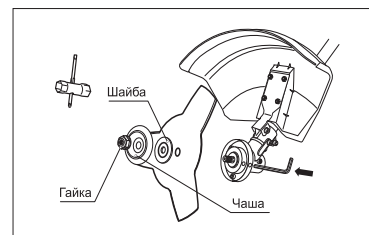

рис. 7
1. Съчетайте отвора в шайбата на фланеца с отвора в чашата на редуктора (рис. 7).
9. Докато държите задържащия щифт с една ръка, затегнете гайката обратно на часовниковата стрелка с челния ключ (влиза в комплекта на доставката) (рис. 7).